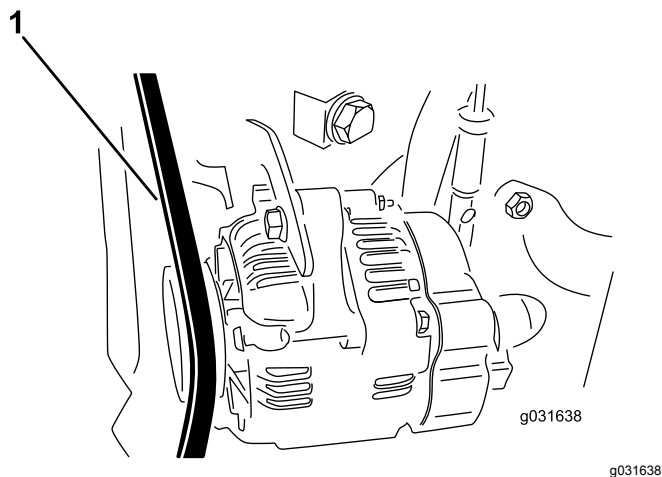

图 58
2. 向交流发电机皮带的两个皮带轮中间位置施加 30N 的力量图 58。